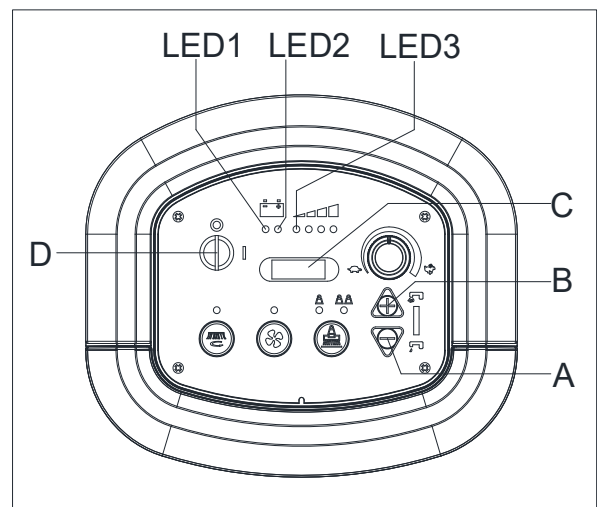

Figura 4.2
1. Pressione os botões (A, Figura 4.2) e (B) ao mesmo tempo. Insira a chave de ignição (D) e ligue a alimentação; após 0.5 segundos, entre no modo de definição da bateria. LED acende-se durante a configuração (C). Liberte os botões.
2. O modo pode ser alterado de 0 a 5 pressionando o botão (B) ou de 5 a 0 pressionando o botão (A). Após a configuração do modo de bateria terminar, desligue a alimentação (D) e a configuração nova do modo de bateria pode ser guardado automaticamente.